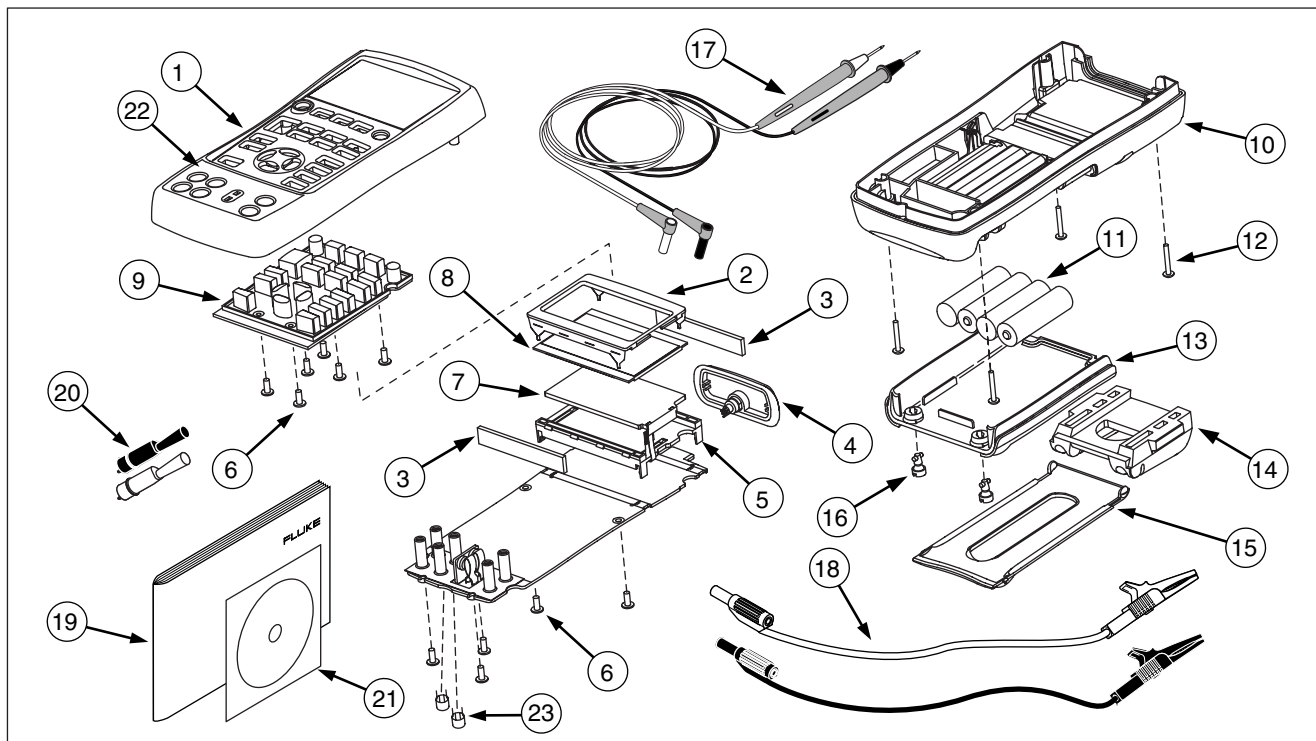

Abbildung 24. Ersatzteile
Tabelle 9 enthält die Teilenummern (PN) aller ersetzbaren Teile. Siehe Abbildung 24.